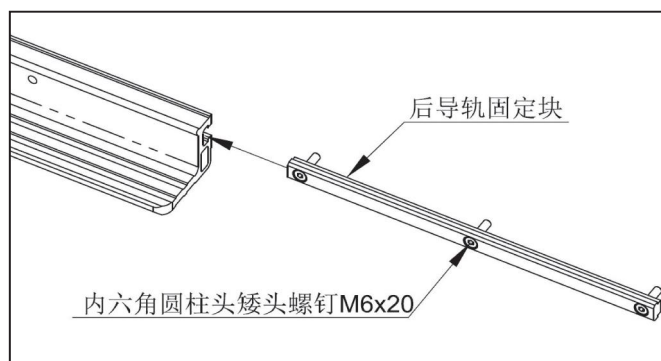

图 6-9
(2) 如图 6-9，先将 M6x20 螺钉插入【后导轨固定块 H】的孔中，再将后导轨固定块滑入后导轨 T 槽。